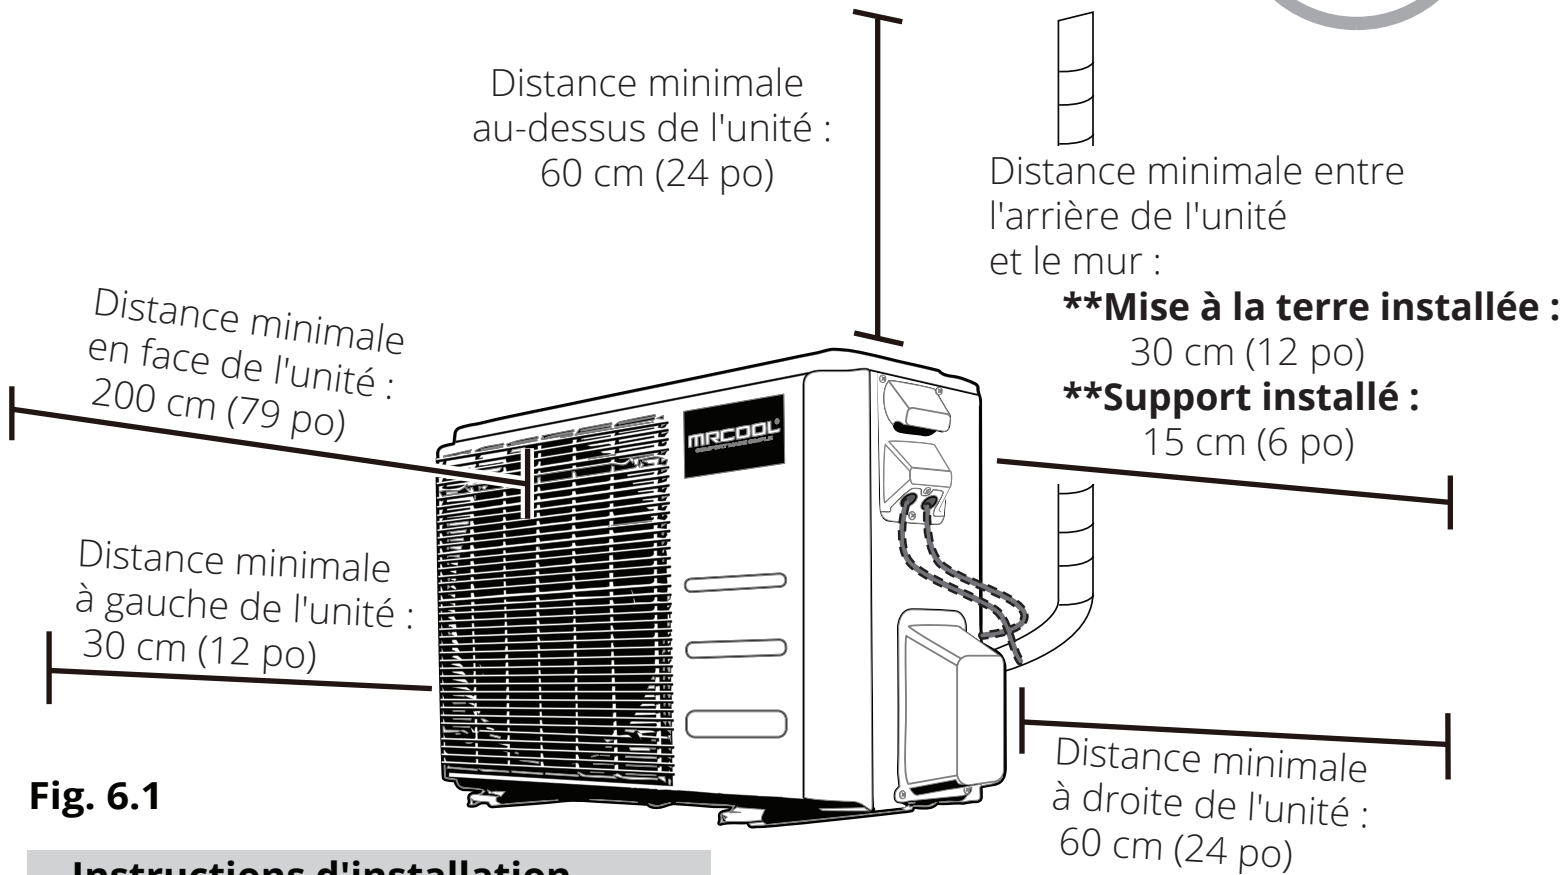

Fig. 6.1
- Répond à toutes les exigences relatives à l'espace indiquées dans la section Espace requis pour l'installation (Fig. 6.1)